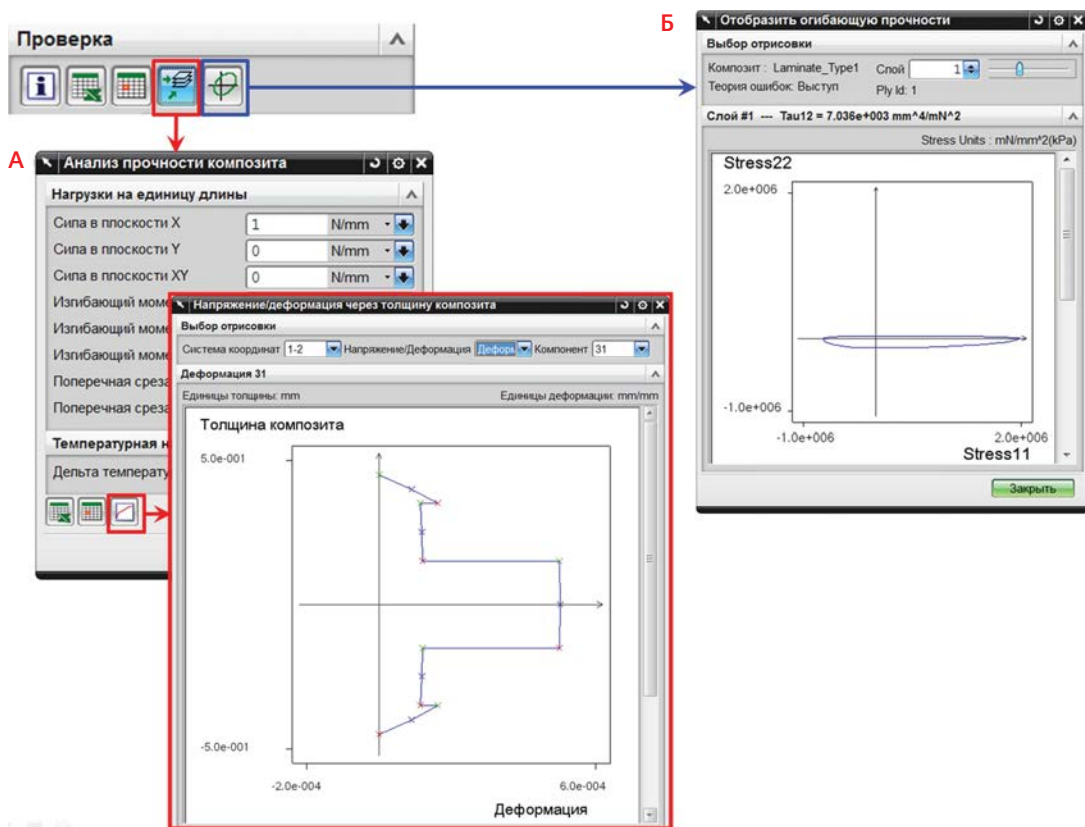

Рисунок 12. Оценка прочности образца композита
формата CSV или в виде эпюр компонент напряжений и деформаций по толщине композита (рисунок 12, А), при этом красные точки соответствуют низу каждого слоя, синие – середине, зеленые – верху каждого слоя;
- **Отрисовка огибающей прочности (Plot Failure Envelopes)** – дает оценку несущей способности композитного образца в виде кривой прочности указанного слоя (рисунок 12, Б). Эта кривая отображает предельные напряжения до разрушения образца в соответствии с выбранным критерием разрушения и допускаемыми напряжениями материала.